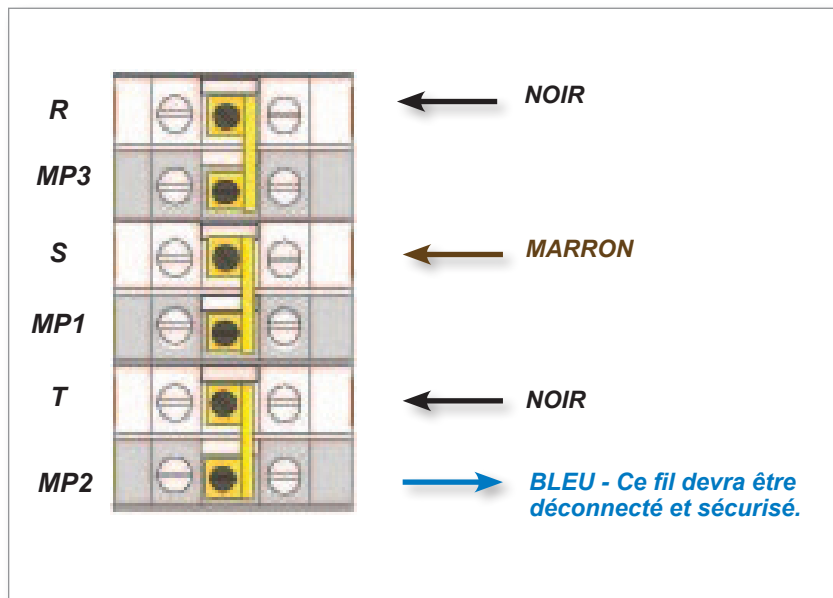

Figure 9-3 Retirer le neutre - Position indiquée par la flèche bleue
1. Enlevez le neutre (indiqué par le conducteur bleu) de la borne inférieure droite. Voir Figure 9-3.